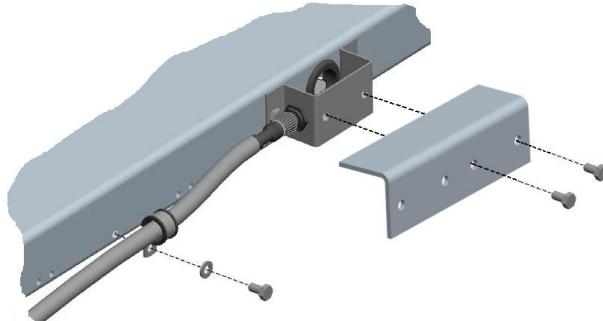

Рисунок 4.3 – Модуль взвешивающий 4D-LA. Фиксация кабеля и установка кронштейна
4.3.9 Закрепите кабель для подключения терминала к модулю с помощью хомута, плотно затянув винт M6x10 (см. рис. 4.3).
4.3.10 Привинтите кронштейн к защитной скобе винтом M6x10 (2 шт.) для защиты разъема от механических ударов (см. рис. 4.3).